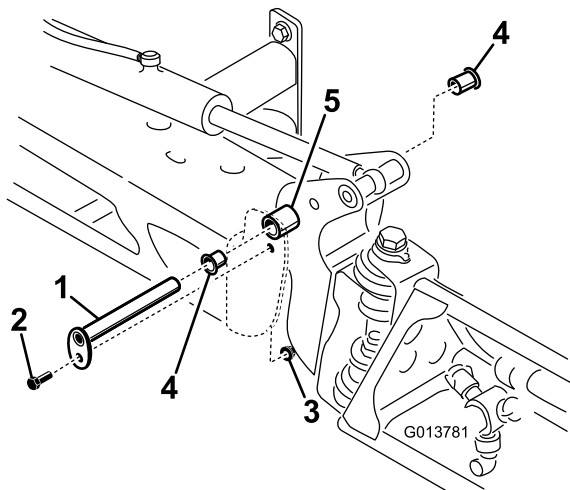

Рисунок 3
- Выверните болт и гайку, которые крепят ось поворота к правому крылу стрелы в сборе (Рисунок 3).
- Снимите ось поворота (Рисунок 3).